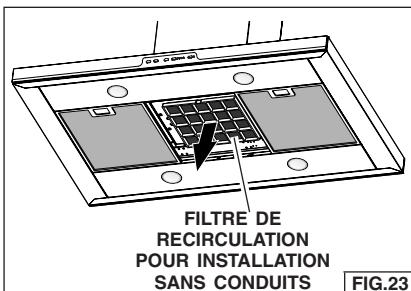

FIG.23
1. Pour enlever le filtre au CHARBON, agrippez la languette du filtre et poussez-la vers l'arrière de la hotte. Tirez le filtre vers le bas pour dégager les pattes arrière du filtre. Fig. 23.